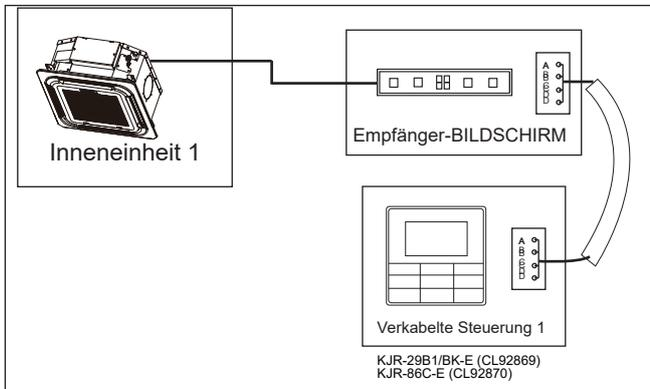

Abbildung 6.9
- Verwenden Sie eine verkabelte Steuerung zur Steuerung einer Inneneinheit (siehe Abb. 6.9).